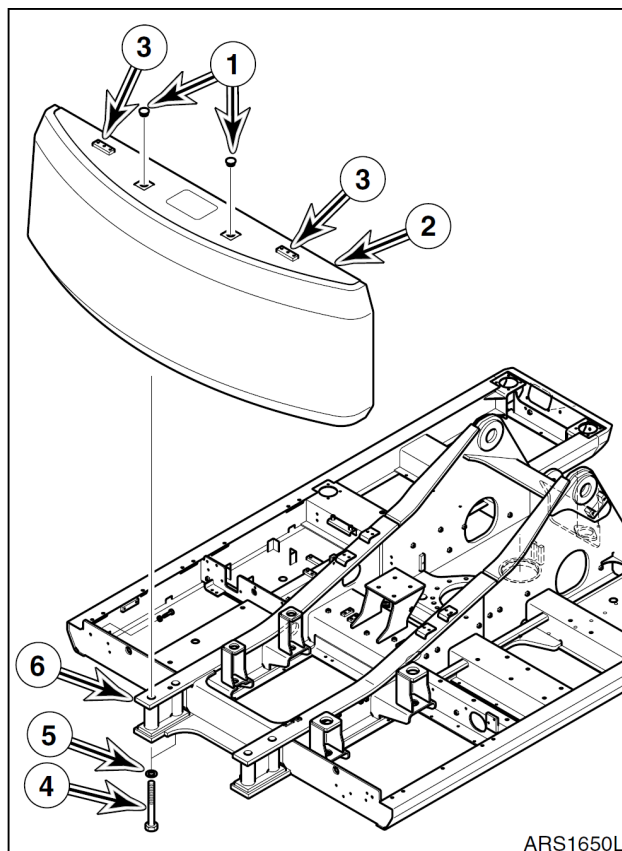

Рис. 5
2. При помощи крана достаточной грузоподъемности подвесить противовес (2, рис. 5) над несущей конструкцией (6). Убедиться в равномерном положении противовеса.
**ПРИМЕЧАНИЕ:** Оставить противовес (2, рис. 5) висеть на высоте 3 мм над несущей конструкцией (6), пока все четыре крепежных болта (4) не войдут в отверстия противовеса.
3. Надеть шайбы (5, рис. 5) на болты (4). Смазать резьбу крепежных болтов составом **Loctite #242**.
4. Вставить четыре болта (4, рис. 5) с шайбами (5) в противовес, чтобы шайбы касались несущей конструкции. Полностью опустить противовес на раму и затянуть болты.
**ПРИМЕЧАНИЕ** Затягивать болты (4, рис. 5) нужно крутящим моментом, указанным в следующей таблице.
5. Снять подъемные стропы и проушины с противовеса (3, рис. 5).
6. Установить две заглушки (1, рис. 5) в подъемных отверстиях (3).